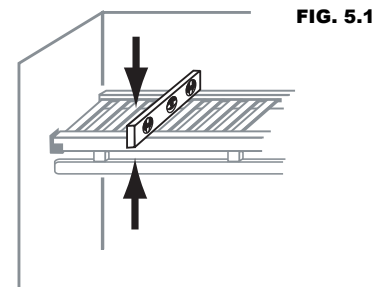

FIG. 5.1
5. Mettre la tablette à niveau de l'avant vers l'arrière (fig. 5.1).